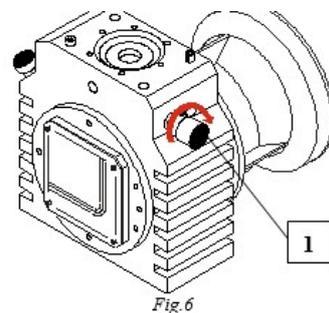

Fig. 6
5.2.3 Regulador de presión (1 Fig.6)